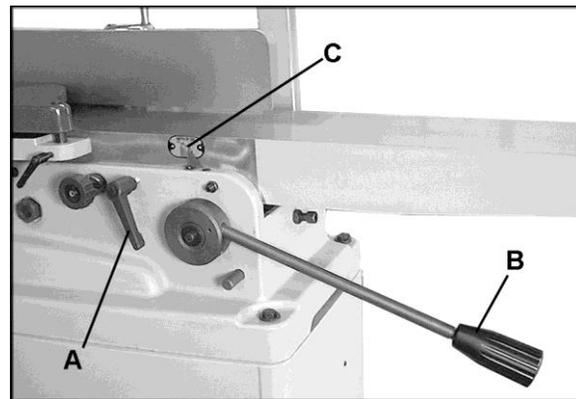

Figura 28
6. Eleve la tabla de entrada hasta que haga contacto con la regla. Para elevar la mesa de entrada afloje la manija de bloqueo (vea la A, Figura 28) y eleve el brazo de ajuste (B, Figura 28). Al hacer contacto con la regla, ajuste la manija de bloqueo. (A, Figura 28).
7. Baje la mesa de entrada fuera de la línea de alimentación aflojando la manivela de bloqueo (A, Figura 28) y empujando hacia abajo el brazo de ajuste (B, Figura 28)